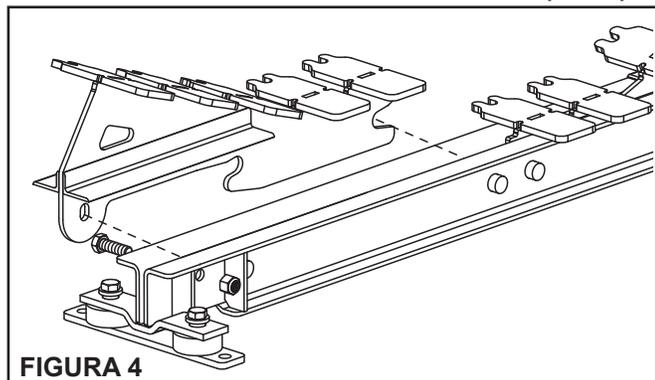

FIGURA 4
4. **Desmonte los ensambles de extensión.** Retire el tornillo de montaje central y los dos tornillos de brida externos. Deslice y retire el ensamble de extensión en cada viga transversal de canal (Figura 4).